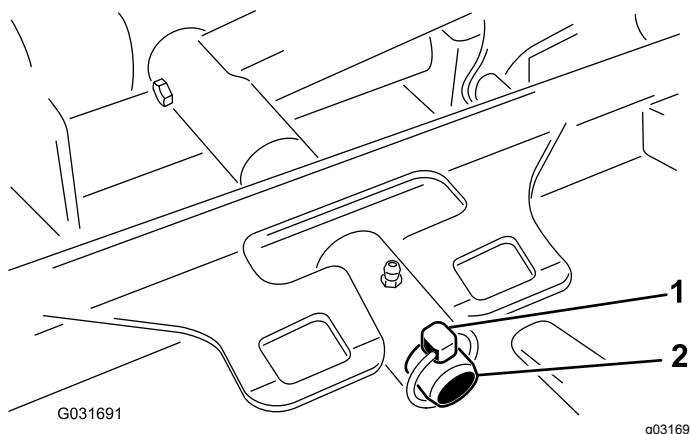

Figura 93
3. Retire o pino de sujeição que fixa a estrutura de suporte da plataforma ao pino da articulação do braço de elevação (Figura 93).
3. Deslize a estrutura de suporte da plataforma para o pino da articulação do braço de elevação e prenda-a com o pino de sujeição (Figura 93).